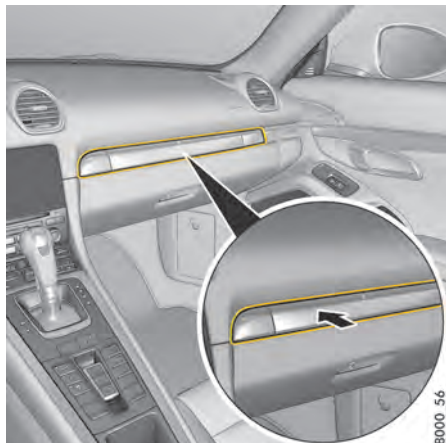

図46: カップホルダー
1. カップホルダーパネルを押してください(図46)。パネルが開きます。